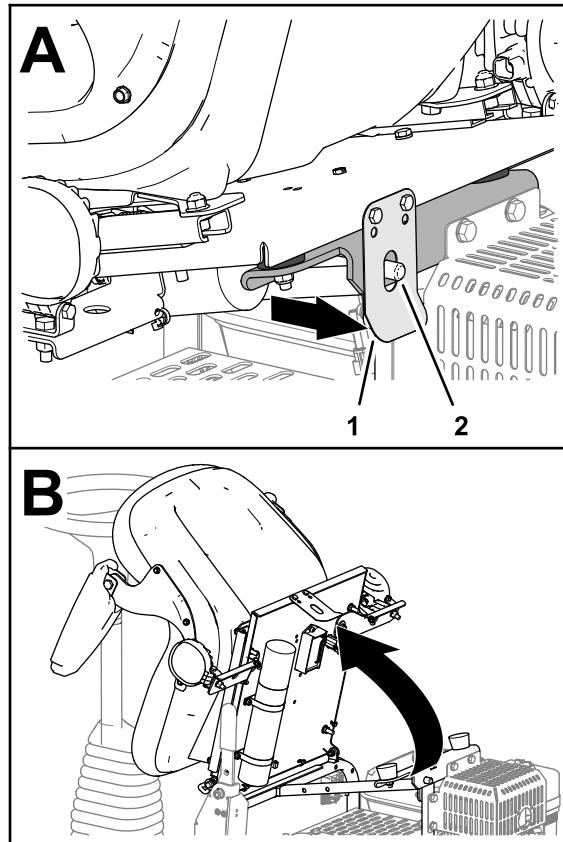

Figura 24
1. Puxe o trinco do banco para trás até que se afaste do pino do trinco do banco (Figura 24).
2. Incline o banco para a frente (Figura 24).